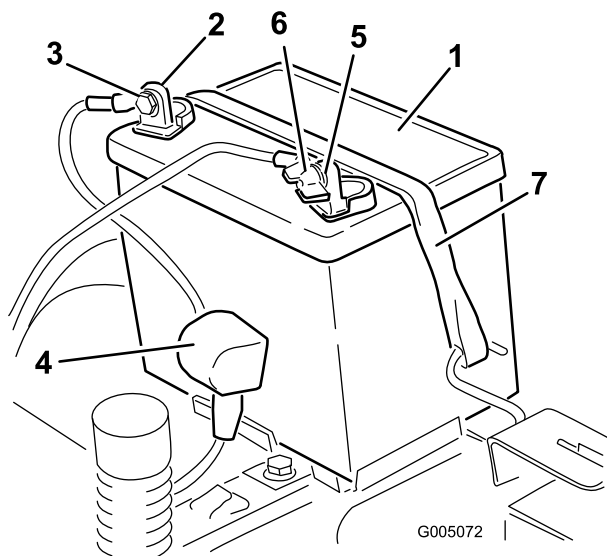

Figure 37
4. Débranchez le câble négatif (noir) de mise à la masse de la borne de la batterie (Figure 37).
6. Débranchez le câble positif (rouge) de la borne de la batterie (Figure 37).
7. Déposez la barrette de maintien de la batterie (Figure 37) et soulevez la batterie de son support.
1. Placez la batterie sur son support (Figure 37).
5. Fixez la batterie en place à l'aide de la sangle de maintien (Figure 37).